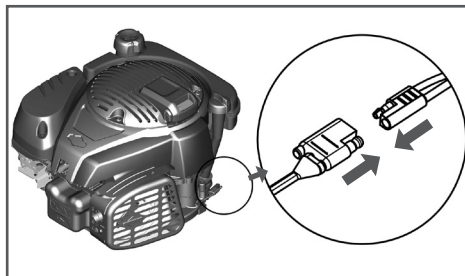

Рис. 10 Подключение кнопки включения электростартера
10. Соедините разъёмы цепи включения электростартера (разъём проводов от кнопки включения на декоративной панели и разъём проводов цепи включения электростартера на двигателе (Рис. 10).